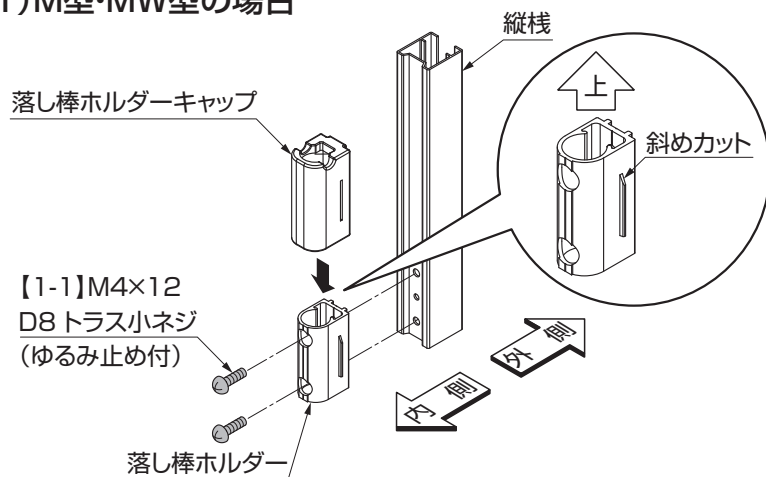

図6-1
①本体の家側の縦棧に、落し棒ホルダーを斜めカットを上にして、【1-1】で固定してください。(図6-1参照)
②落し棒ホルダーキャップを、上からはめ込んでください。(図6-1参照)